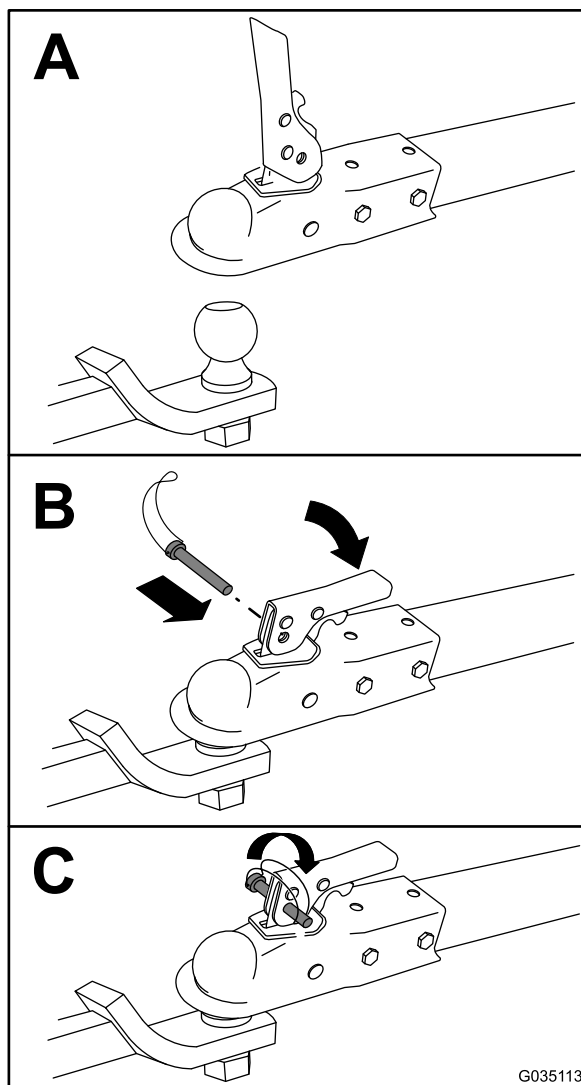

Figure 14
3. Attendez la machine comme montré à la Figure 14.